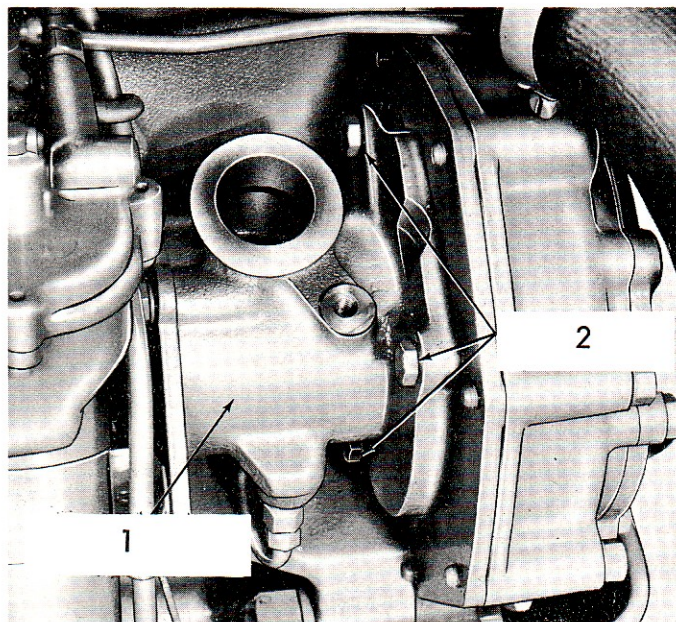

Fig. 76.
Le bloc d'entraînement de l'allumeur (Fig. 76) est situé à l'avant droit du moteur ; il est fixé sur le moteur et sur la plaque avant. Le bloc d'entraînement de l'allumeur se compose d'un palier, d'un couvercle, d'un joint et d'un arbre de commande d'allumeur entraîné par l'intermédiaire de l'engrenage de régulateur claveté. Le pignon de l'arbre
7. Retirer les trois vis H fixant le palier du bloc d'entraînement sur la plaque avant du moteur et déposer ce bloc (Voir Fig. 76). Il sera peut être nécessaire de chasser au maillet l'arbre et l'engrenage du régulateur.
1. Placer un joint neuf et positionner le bloc d'entraînement sur la plaque avant du moteur. Aligner la clavette de l'arbre avec la rainure de clavette de l'engrenage de commande, et repousser l'arbre dans l'engrenage. Monter les trois vis H et rondelles frein (Fig. 76), du bloc d'entraînement.